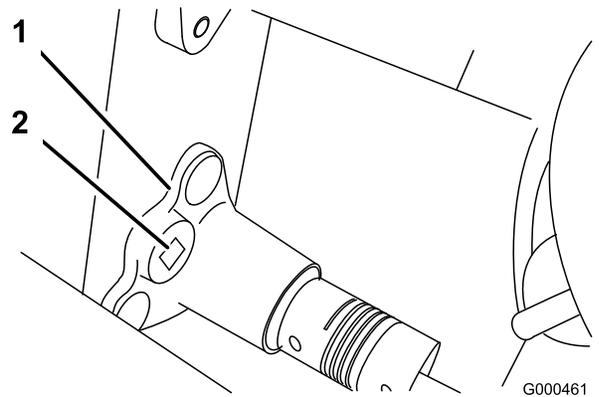

図 44
B. 3/8インチのトルクレンチでベアリング・ハウジングを0.4~0.46 kg.mのトルクで回転させてベルトを張る（図 44）。